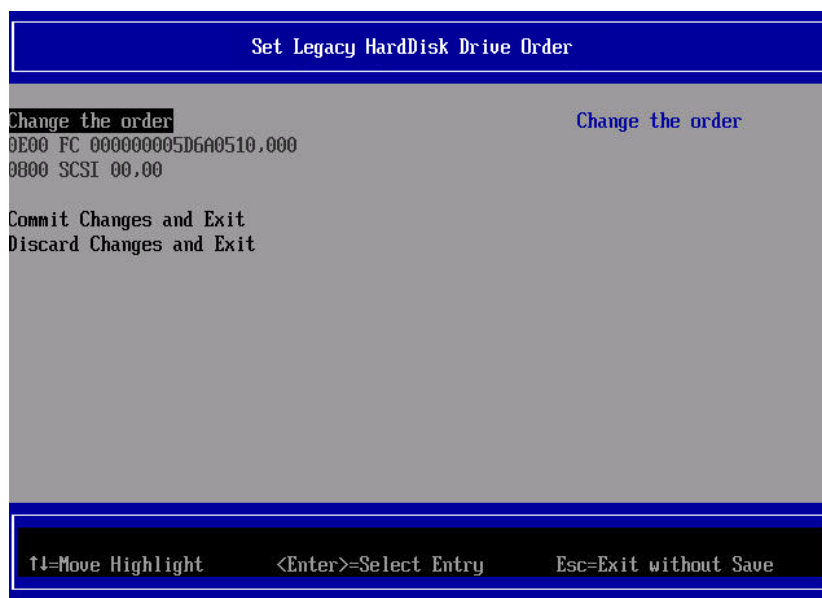

図 5.6
4. <Enter> キーを押すと直前の「図 5.6 [Set Legacy HardDisk Drive Order(HDD の順位)] 画面」に戻ります。